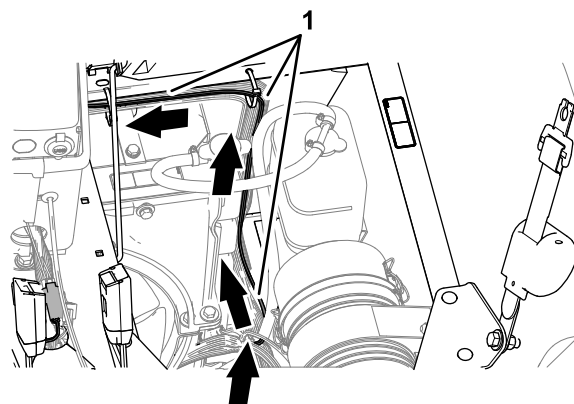

Figura 174
6. En el lado derecho del radiador, enrute el arnés del Bus ISO-CAN hacia arriba, junto al arnés de cables de la máquina, y hacia la consola central (Figura 174).